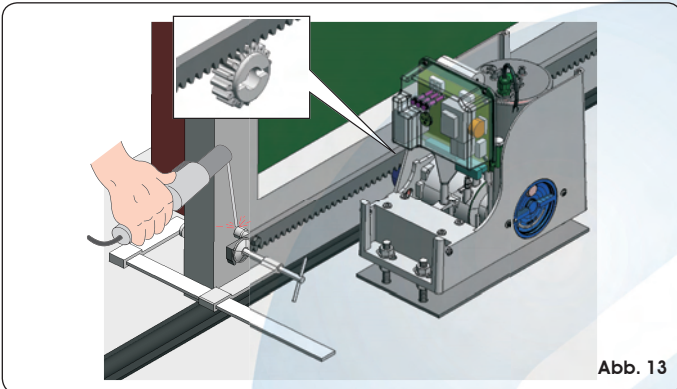
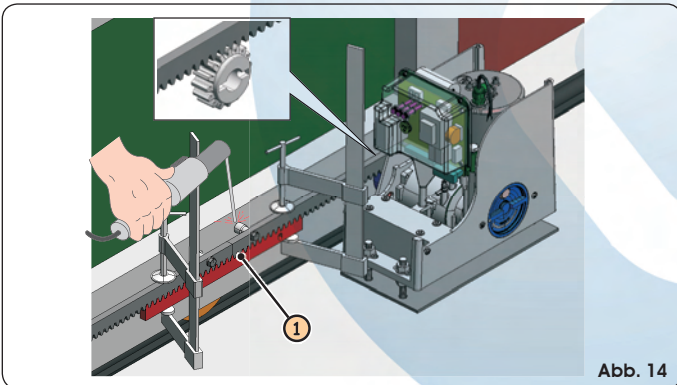

Abb. 13
Abb. 14
- ① Die drei Gewindestifte auf das Element der Zahnstange montieren und im oberen Teil des Langlochs positionieren. Auf diese Weise ermöglicht das Spiel des Langlochs im Laufe der Zeit die eventuellen Einstellungen.
- ② Den Flügel mit der Hand in die Öffnungsposition schieben.
- ③ Das erste Stück der Zahnstange bündig auf dem Ritzel auflegen und den Gewindestift am Tor Festschweißen, laut Angaben in Abb. 13.
- ④ Das Tor mit der Hand bewegen und sicherstellen, dass die Zahnstange auf dem Ritzel anliegt und dann den zweiten und den dritten Stift verschweißen.
- ⑤ Ein weiteres Element der Zahnstange an das vorhergehende Element ansetzen und dabei ein Stück der Zahnstange verwenden, um die Zahnung der beiden Elemente abzurichten, laut Angaben in der Abb. 14, Bez. ①.
- ⑥ Das Tor mit der Hand bewegen und die drei Gewindestifte verschweißen, bis das Tor komplett abgedeckt ist.
- ① Den Flügel mit der Hand in die Öffnungsposition schieben.
- ② Das erste Stück der Zahnstange auf dem Ritzel auflegen und das Distanzstück zwischen Zahnstange und Kante des Tors einlegen. Mit einer Wasserwaage sicherstellen, dass die Zahnstange eben ist und mit einem Filzschreiber die Stelle für die Bohrung anzeichnen.
- ③ Mit einem Bohrer zu  $\varnothing 6,5$  mm bohren und mit Gewindebohrer M8 Nachschneiden. Den Bolzen anschrauben.
- ④ Das Tor mit der Hand bewegen und sicherstellen, dass die Zahnstange auf dem Ritzel anliegt und dann die Arbeitsgänge unter Punkt ③ wiederholen.
- ⑤ Ein weiteres Element der Zahnstange an das vorhergehende Element ansetzen und dabei ein Stück der Zahnstange verwenden, um die Zahnung der beiden Elemente abzurichten, laut Angaben in der Abb. 14 Bez. ①.
- ⑥ Das Tor mit der Hand bewegen und die Befestigungsvorgänge wie für das erste Element weiterführen, bis das Tor komplett abgedeckt ist.